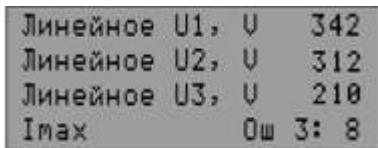

Рисунок 5.14 – Индикатор УБЗ-305М в состоянии Просмотр измеряемых и вычисляемых параметров (при наличии аварии)
- в четвертой строке индикатора появляется сообщение об аварии (рис. 5.14) (код аварии соответствует таблице 5.13);